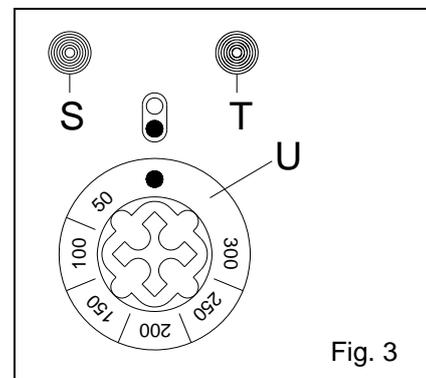

Fig. 3
- **FONCTIONNEMENT** (Fig. 3):
- **ARBEITSWEISE** (Abb. 3):